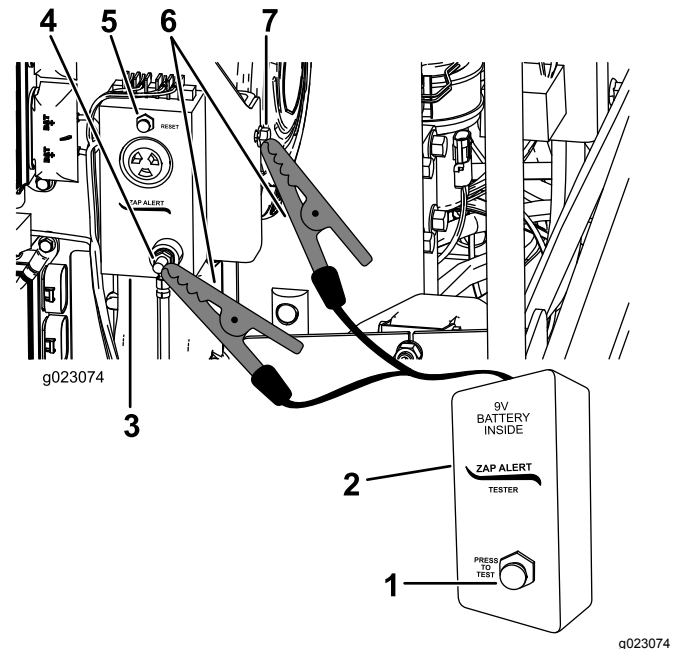

Figure 33
3. Connectez une pince crocodile du testeur Zap-Alert au goujon de mise à la terre du système Zap-Alert (Figure 33).
5. Appuyez sur le bouton de TEST sur le testeur Zap-Alert (Figure 33).
6. Appuyez sur le bouton de RÉARMEMENT ZAP-ALERT pour arrêter l'alarme (Figure 33).